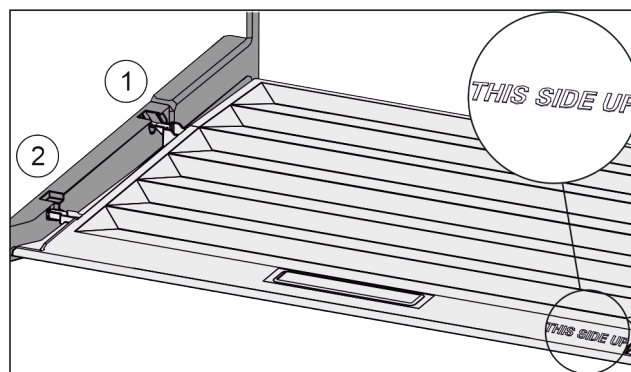

Fig. 52
- ▶ Výstupky víka zaveďte do zadních držáků Fig. 52 (1) a vpředu zaklesněte do držáku Fig. 52 (2).